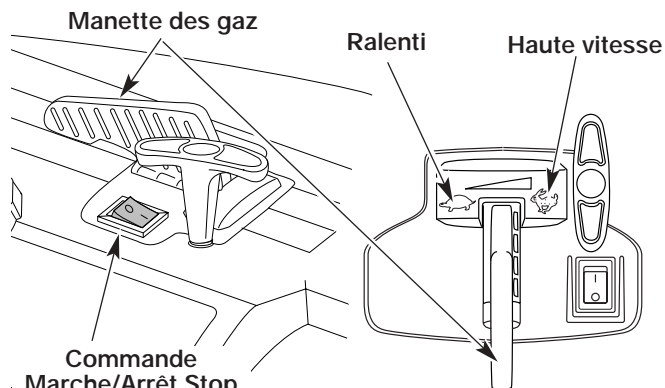
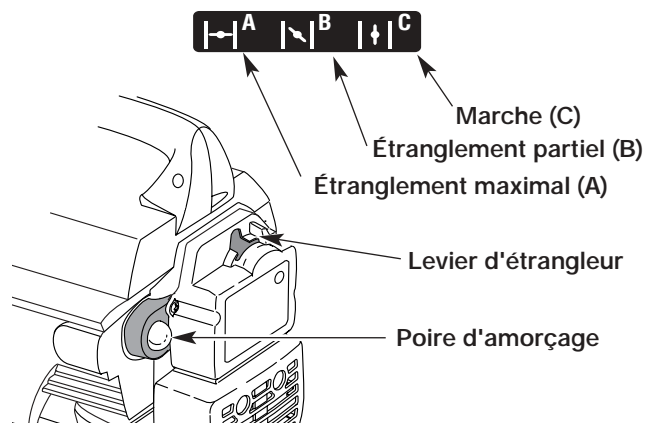
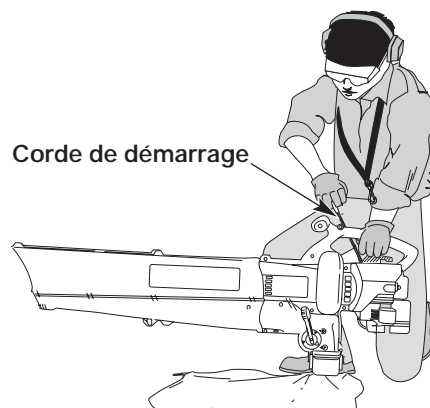

Fig. 9
Fig. 10
Fig. 11
AVERTISSEMENT : éviter le démarrage accidentel. Se tenir en position de démarrage pour lancer le moteur (Fig. 11). Lors du démarrage, l'opérateur et l'outil doivent être en position d'équilibre afin d'éviter le risque de blessures graves.
3. Appuyer lentement et à fond sur la poire d'amorçage, 10 fois. Le carburant doit être visible dans la poire (Fig. 9). S'il ne l'est pas, appuyer 2 ou 3 fois de plus sur la poire ou jusqu'à ce que le carburant soit visible.
4. Mettre l'étrangleur en position d'étranglement **MAXIMAL** (|—|) (Fig. 10).
5. Mettre l'outil en position de démarrage (Fig. 11). Mettez la manette des gaz en position de haute vitesse (☛) (Fig. 9).
7. Mettre le levier du starter en position d'étranglement **PARTIEL** (|↘|) (Fig. 10).
8. Tirer vigoureusement la corde de démarrage 1 à 3 fois pour démarrer le moteur (Fig. 11).
REMARQUE : si le moteur se noie pendant une tentative de démarrage, mettre le levier du starter en position de **MARCHE** (|↑|) (Fig. 10). Mettez la manette des gaz en position de haute vitesse (☛) (Fig. 9). Tirer vigoureusement la corde de démarrage. Le moteur devrait démarrer après 3 à 8 sollicitations.
10. Laissez le moteur se réchauffer pendant 5 à 10 secondes. Mettez le levier d'étrangleur en position **MARCHE** (|↑|) (Fig. 10).
REMARQUE : Il n'est pas nécessaire d'utiliser l'étrangleur pour démarrer un moteur chaud. Mettez la manette des gaz en position de haute vitesse (☛) (Fig. 9), puis démarrez l'appareil en position d'étranglement **PARTIEL** (|↘|) (Fig. 10).
1. Mettez la manette des gaz en position de ralenti (☞) (Fig. 9). Laissez le moteur se refroidir au ralenti pendant 10 à 15 secondes.
2. Appuyez sur la commande Marche/Arrêt Stop et maintenez-la en position **ARRÊT** (O) jusqu'à ce que le moteur s'arrête complètement (Fig. 9).
1. Appuyez sur la commande Marche/Arrêt Stop et maintenez-la en position **ARRÊT (O)** jusqu'à ce que le moteur s'arrête complètement (Fig. 9).